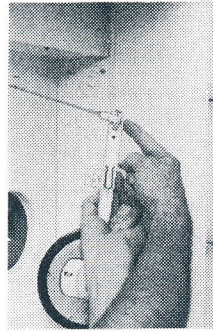

Fig. 6
4. Koppla ur excenterstången från strypdonets arm, se fig. 6.